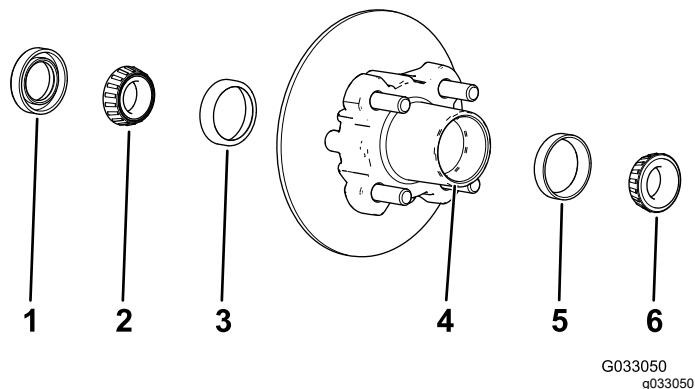

Figura 24
1. Îndepărtați rulmentul exterior de la nivelul butucului (Figura 24).
2. Îndepărtați garnitura și rulmentul interior de pe butuc (Figura 24).
5. Curățați cavitatea butucului de toate urmele de grăsime, murdărie și reziduuri (Figura 24).
7. Umpleți cavitatea butucului între 50% și 80% cu lubrifiantul specificat (Figura 24).
8. Montați rulmentul interior pe calea de rulare din partea interioară a butucului și instalați garnitura (Figura 24).